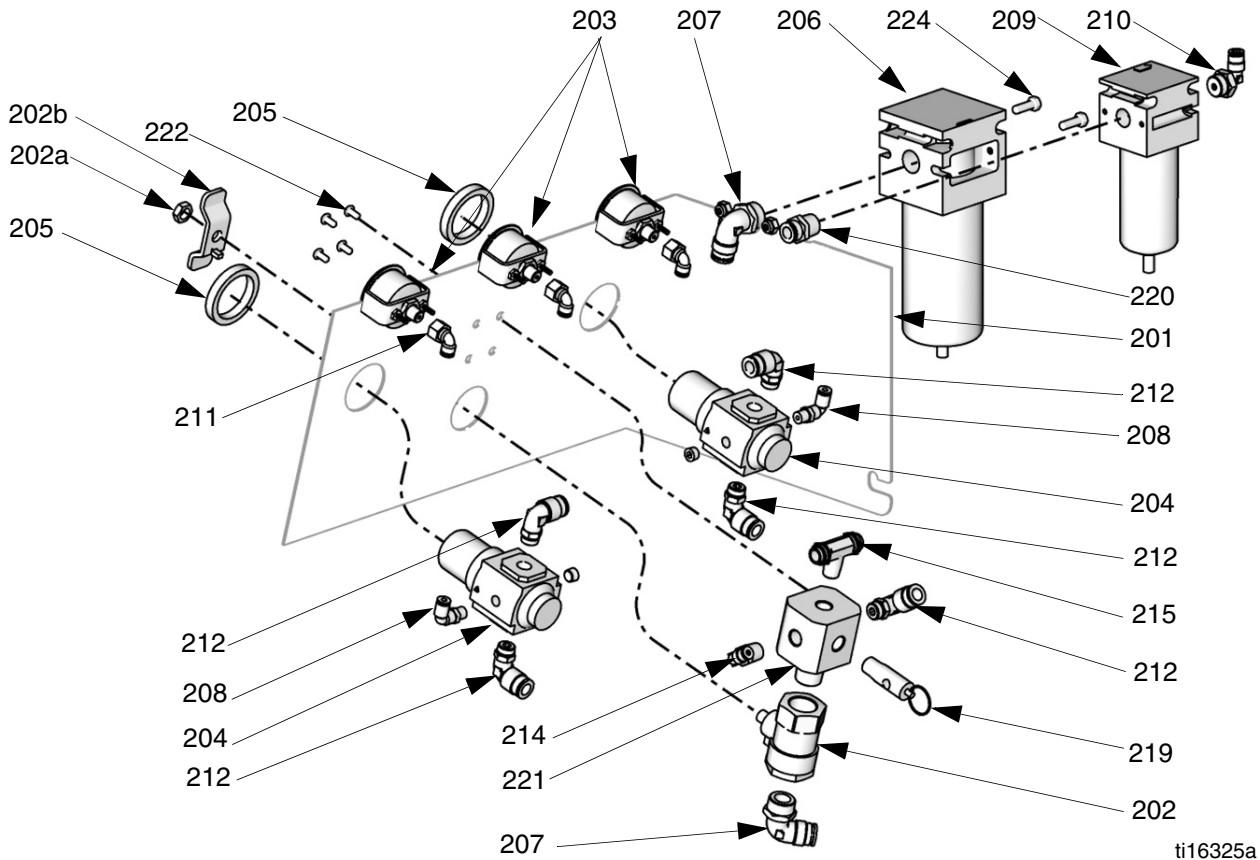

FIG. 18. Luftstyrningsenheter, pumpsystem
Se FIG. 18, sidan 26, för ett komplett diagram över pumpens luftstyrning.
2. Se FIG. 18, sidan 26. Ta bort regulatormutter (205) och koppla bort luftledningar som går till regulatorn (204).
2. Se FIG. 18, sidan 26. Ta bort mutter (202b) och handtag (202a) från framsidan av luftstyrningsplattan.
3. Ta bort fyra skruvar (222) från framsidan av luftstyrningsplattan.
6. Koppla bort kulventil (202) och säkerhetsventil (219). Ersätt delar vid behov, inklusive blandrör. Se **Luftstyrningsenheter, Pumpbaserade modeller 24F088-24F115 och 24Z017-24Z018**, sidan 42.